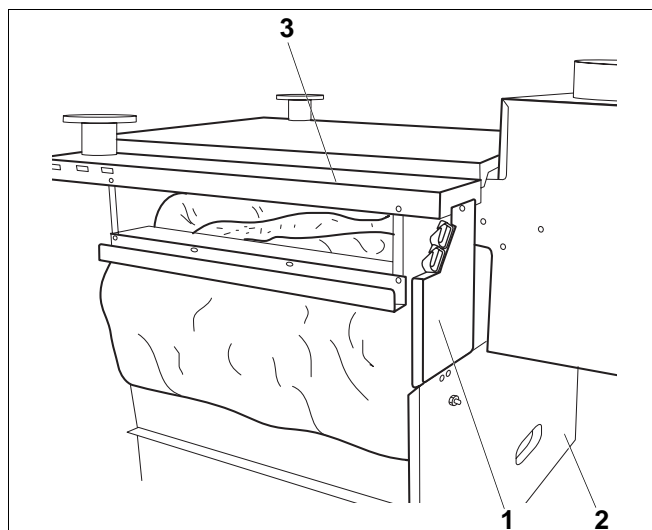

Fig. 55 Capots
- Accrocher les capots (fig. 55, **pos. 1**, à gauche et à droite) dans la face arrière (fig. 55, **pos. 2**) et fixer en haut sur les faces latérales (fig. 55, **pos. 3**).